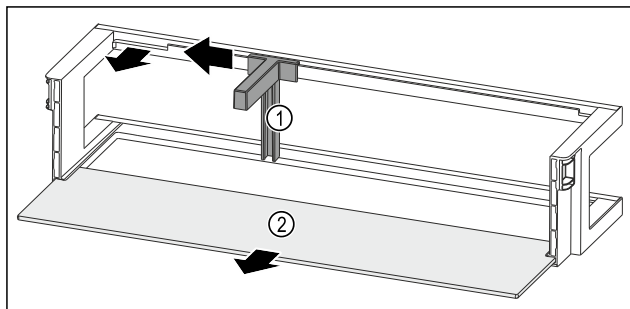

Fig. 90 Рафт на врата с преграда за бутилки и рафт
- ▶ Плъзнете преградата за бутилки Fig. 90 (1) настрани до прореза.
- ▶ Свалете преградата за бутилки Fig. 90 (1).
- ▶ Свалете рафта Fig. 90 (2).